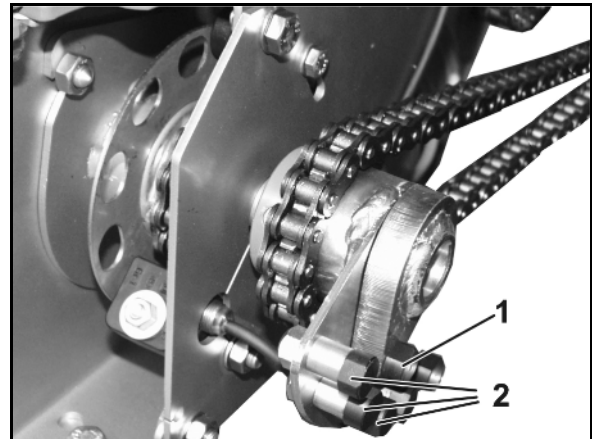

Рис. 114
В случае блокировки дозирующего вала вследствие попадания посторонних предметов в дозатор, пластиковый винт отходит в сторону (Рис. 114/1) и работа привода во избежание повреждений прерывается.
3. Извлеките запасной винт (Рис. 114/2) из держателя.